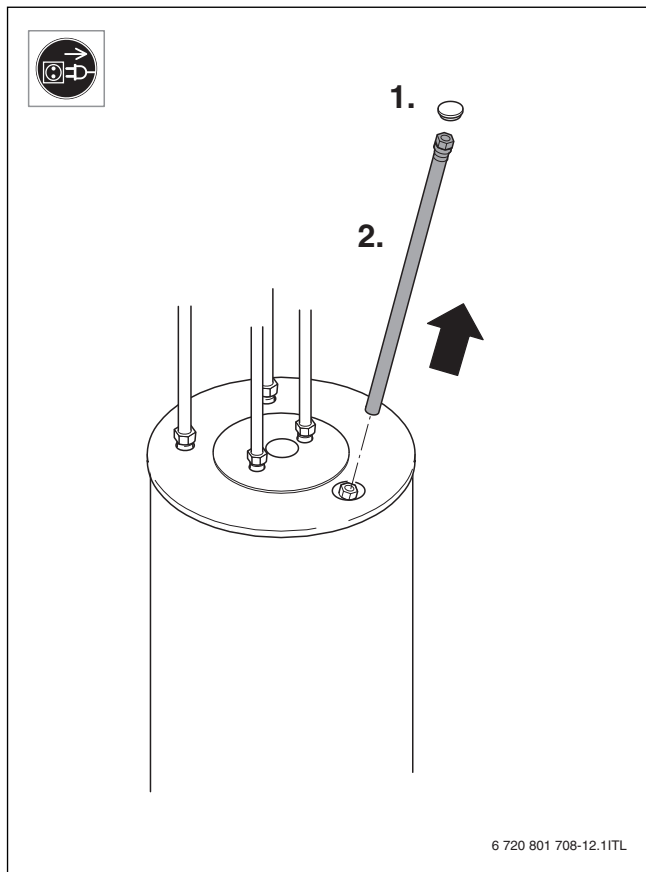
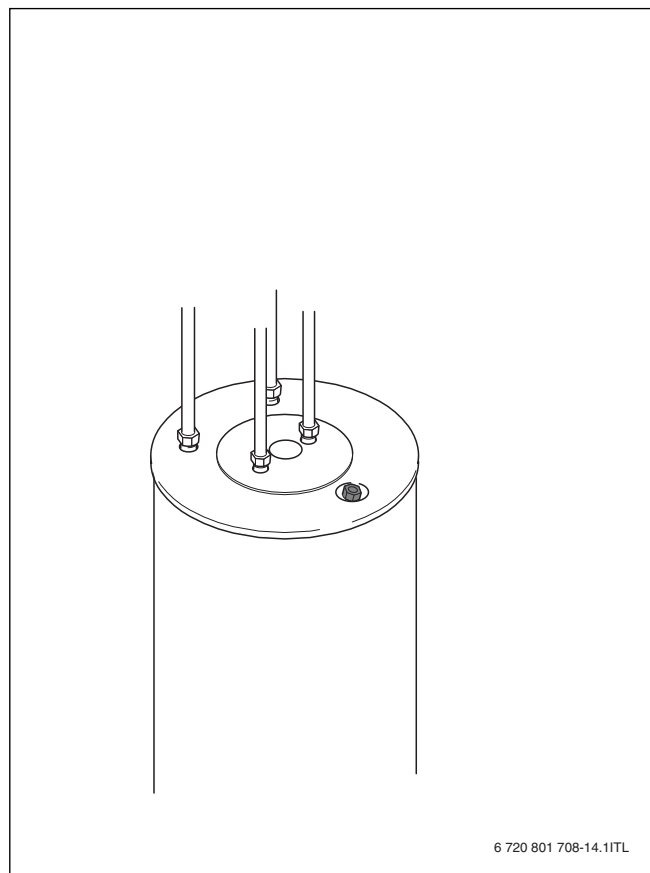

Fig. 18
Fig. 21
- ▶ Démonter et contrôler l'anode au magnésium (→ fig. 18 à fig. 21, page 70).